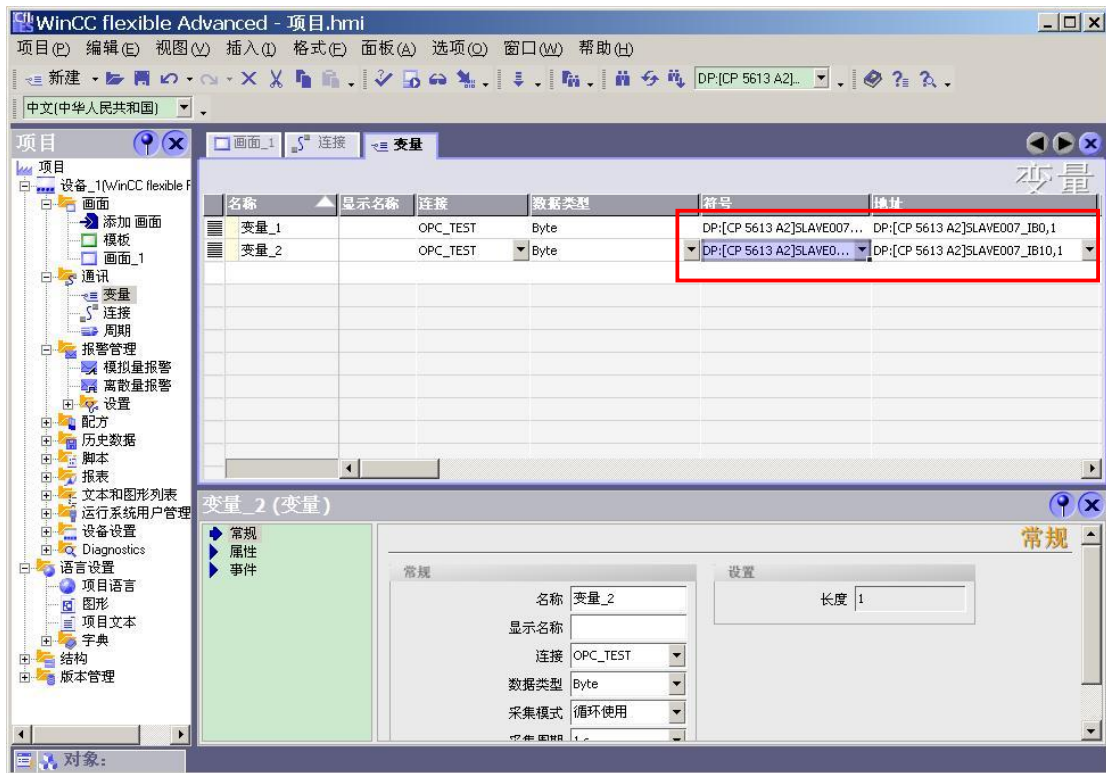

图 55 地址指向 OPC 服务器中创建的变量
3. 添加变量结束后，地址指向 OPC 服务器中创建的变量，如图 55 所示。